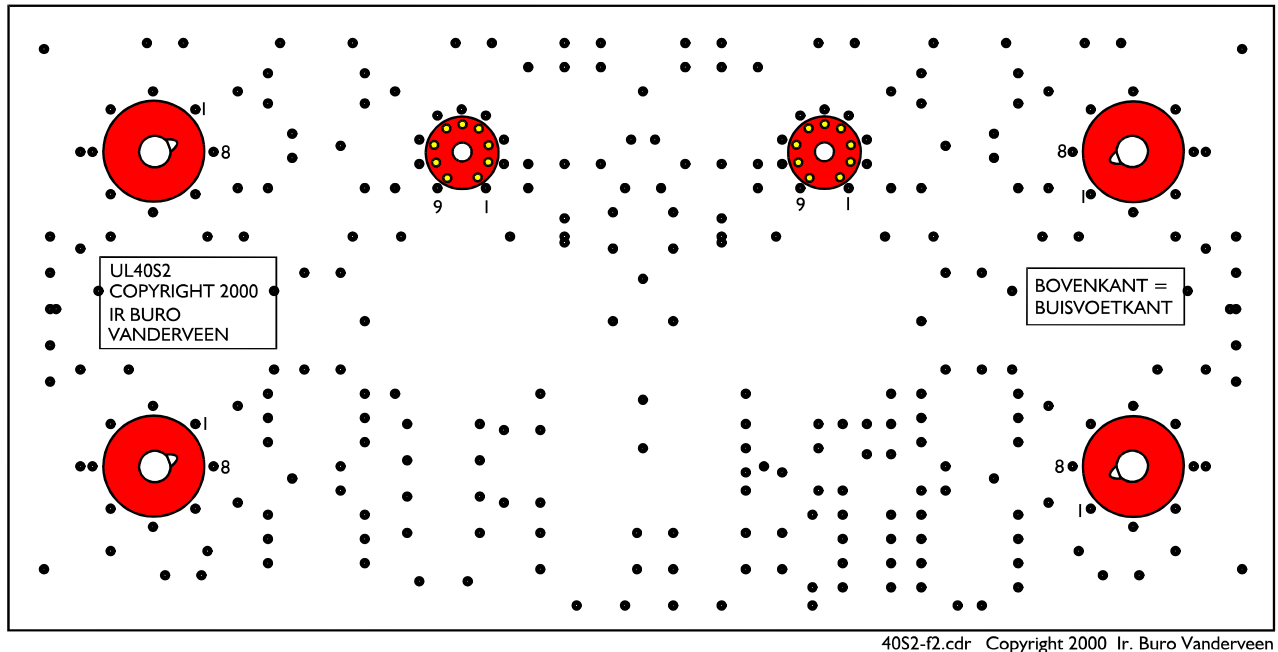

Figuur 1
2. Druk aan de **componentenkant** de 22 soldeeroogjes met een punttang door de gaatjes en richt ze zo uit dat de oogjes in de lengterichting evenwijdig lopen met de meest nabijgelegen zijkant van de printplaat. In figuur 1 is duidelijk aangegeven hoe de printoogjes gericht moeten staan. Soldeer ze vast. (Voor een mooie vlakke soldeerverbinding moeten de pennen aan de soldeerzijde, voorafgaande aan het solderen, met behulp van een mesje naar weerszijden vlak tegen de printbaan gedrukt worden. Daarna solderen. Deze wijze van monteren zorgt voor een fraaie trekvaste verbinding, en voorkomt ook dat de scherpe puntjes van de soldeerogen te vlak bij de geleidende onderlaag van de kast komen [waardoor eventueel hoogspanningsdoorslag zou kunnen optreden]).